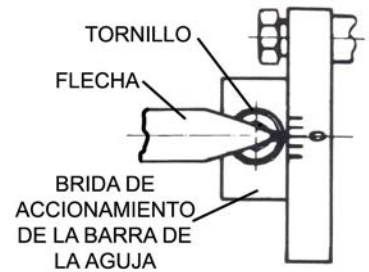

Figura 9
- ✓ Girar el volante de la máquina y poner la aguja en la posición "arriba" y el brida de accionamiento de la barra de la aguja en la posición "ceró" (figura 9);